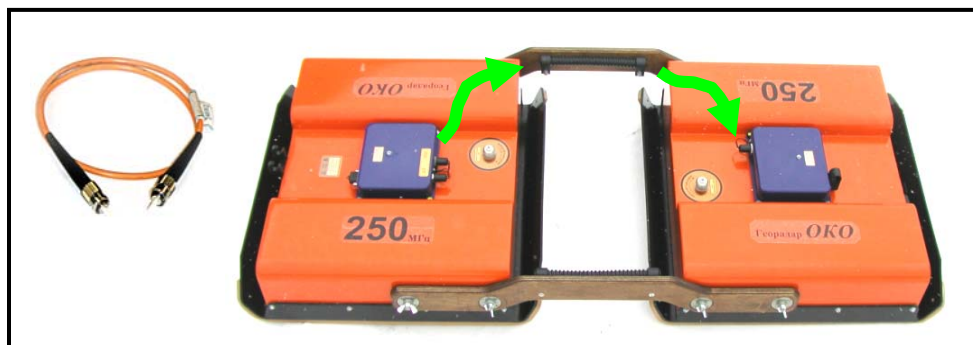

Рисунок 3.3.5. Подключение межблочного оптического кабеля к АБ-90, АБ-150, АБ-250.
1. Соединить оптическим кабелем (кабель ИЗП) приемный и передающий блоки (АБ-90, АБ-150, АБ-250). Оптический кабель пропускается через защитную трубку, закрепленную на деревянной боковине (Рисунок 3.3.5). В антенных блоках АБ-400, и АБ-700 межблочный оптический кабель устанавливается при изготовлении антенных блоков.